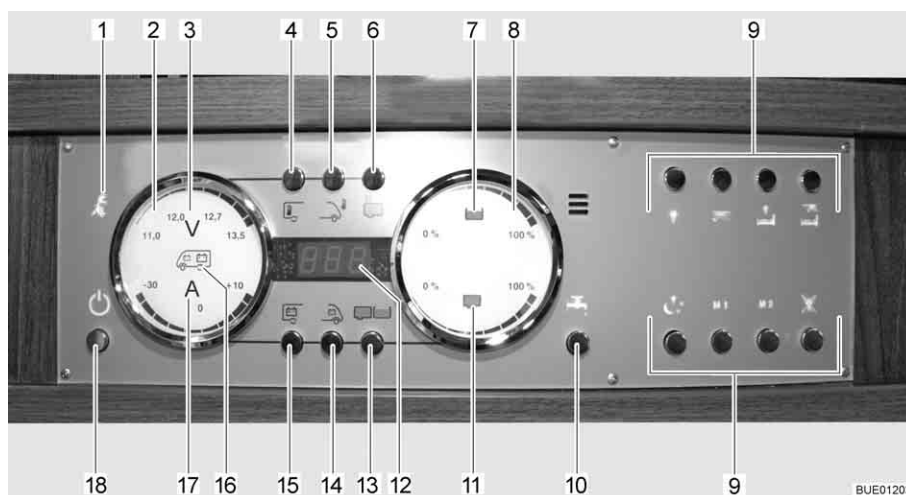

Bild 133 Panel LT 510
230 V-kontrollampan (Bild 133,1) lyser när nätspänningen ligger på elblockets ingång.
Med huvudbrytaren 12 V (Bild 133,18) kopplas panelen och bodelens 12 V-försörjning till eller från.
- Tryck kort på knappen 12 V-försörjning (Bild 133,18). 12 V-försörjningen för bodelen är påslagen. Kontrolllampan "12 V" lyser.
- ▷ Efter aktivering av försörjningen: om lysdioden "11,0" för voltindikeringen samt symbolen volt "V" (Bild 133,3) på indikeringsinstrumentet för batterierna (Bild 133,2) blinkar är bodelsbatteriets spänning för låg. Ladda batteriet.
- ▷ Efter aktivering av försörjningen: om kontrolllampan "12 V" och symbolen volt "V" (Bild 133,3) blinkar tre gånger är batterifrånkopplingen aktiverad. Avaktivera batterifrånkopplingen.
- Tryck kort på knappen 12 V-försörjning (Bild 133,18). 12 V-försörjningen för bodelen är avstängd. Kontrolllampan "12 V-försörjning" slocknar.
- Tryck på knappen bodelsbatteri (Bild 133,15) och håll den intryckt i ca 10 sekunder. Symbolen volt "V" (Bild 133,3) och kontrolllampan "12 V" blinkar tre gånger. Bodelsbatteriet är frånkopplat från 12 V-nätet.
- Tryck på knappen 12 V-försörjning (Bild 133,18) och håll den intryckt i ca 5 sekunder. Symbolen volt "V" (Bild 133,3) och kontrolllampan "12 V" blinkar tre gånger. Bodelsbatteriet är anslutet till 12 V-nätet. Kontrolllampan tänds efter ca 5 sekunder.
- Tryck på knappen bodelsbatteri (Bild 133,15). Symbolen volt "V" (Bild 133,3) lyser. Symbolen ampere "A" (Bild 133,17) är vit eller röd beroende på laddning eller urladdning. Batterispänningen och strömmen för bodelsbatteriet visas via lysdioderna på indikeringsinstrumentet.
- Tryck på knappen startbatteri (Bild 133,14). Symbolen volt "V" (Bild 133,3) lyser. Startbatteriets spänning visas via lysdioderna på indikeringsinstrumentet.
- Tryck på knappen tank (Bild 133,13). Symbolerna vattentank (Bild 133,7) och avloppstank (Bild 133,11) lyser. Nivån i vattentanken (övre skala) och i avloppstanken (nedre skala) visas via lysdioderna på indikeringsinstrumentet.
Tanklarm Symbolen vattentank (Bild 133,7) eller symbolen avloppstank (Bild 133,11) blinkar när vattentanken är tom eller när avloppstanken är full.